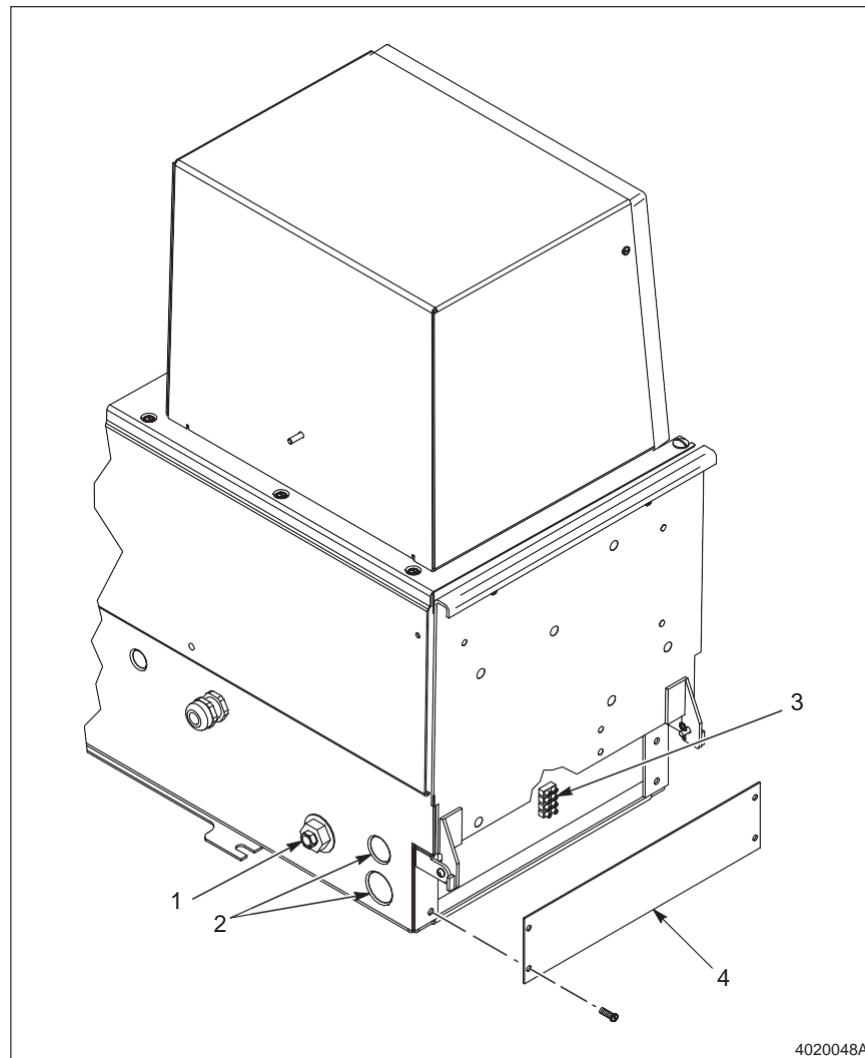

Fig. A 3-6 Gas e Conexões Elétricas
Os conjuntos de instalação do cilindro de gás estão disponíveis para o uso com dióxido de carbono e gás nitrogênio . Ver a seção Peças neste manual para obter informações sobre o conjunto. Ver a Figura A 3-6.
3. Ver a Figura A 3-6.